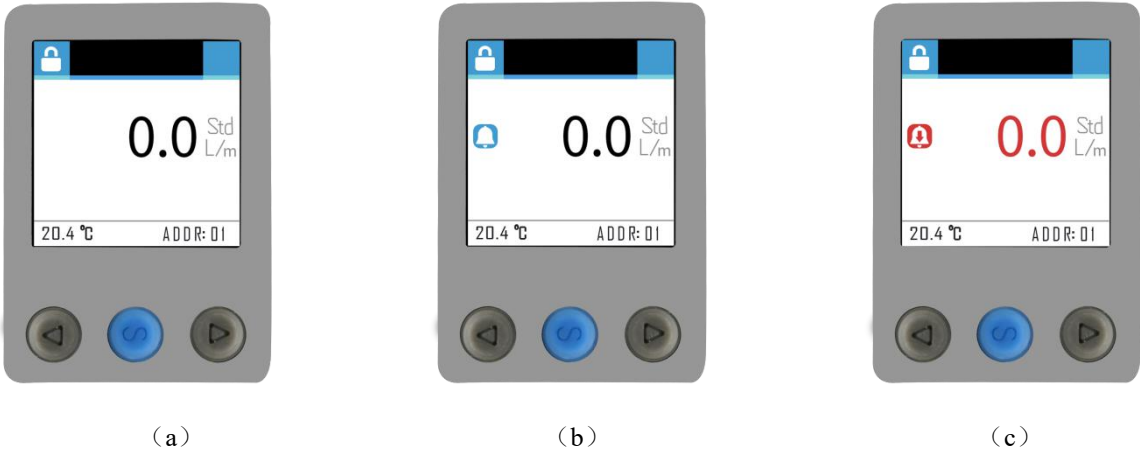

图9.报警功能说明图（以JDL9010带温度带显示为例）
上电后传感器进入主界面，如图 9(a)所示，然后可以根据以下表格进行设置。
- 1. 当报警开关开启时，主界面会出现一个报警铃铛，如图9(b)所示。
- 3. 当流量超过设置的流量上限或者下限时，主界面会出现一个箭头向上或者向下的铃铛，同时字体颜色也变为红色，如图9(c)所示。